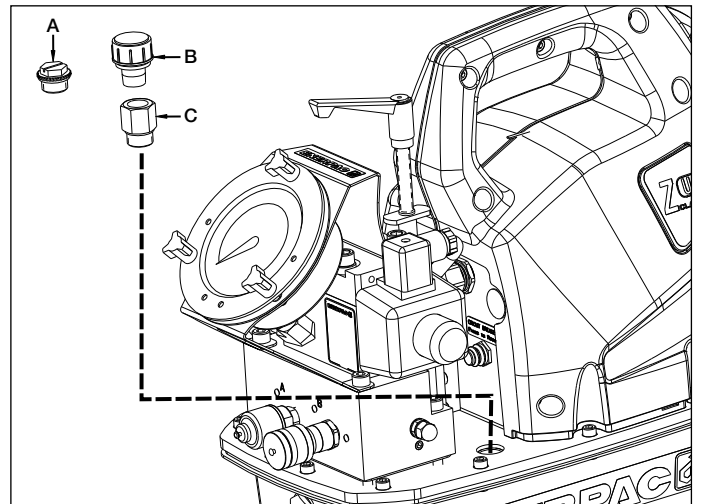

Abb. 2, Einbau des Entlüfters
4.1 Entlüfterkappe und Öleinfüllstopfen (siehe Abb. 2 und 3)